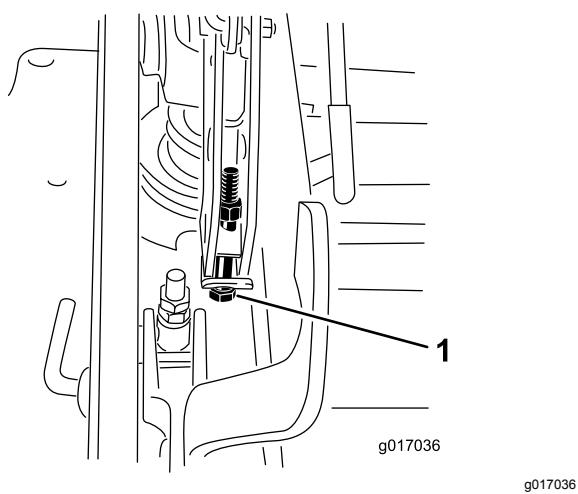

Figura 90
12. Si la carcasa está demasiado baja, apriete el perno del ajuste de un solo punto girándolo en el sentido de las agujas del reloj. Si la carcasa está demasiado alta, afloje el perno del ajuste de un solo punto girándolo en el sentido contrario a las agujas del reloj (Figura 90).